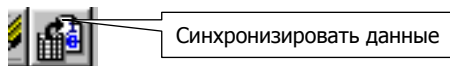

Рис. 34
5. Система проставила в спецификации номера позиций объектов согласно ГОСТ 2.108-68. Необходимо согласовать проставленные номера позиций в спецификации с номерами позиций в сборочном чертеже. Для этого нажмите кнопку ***Синхронизировать данные*** на Панели управления, рис. 34.